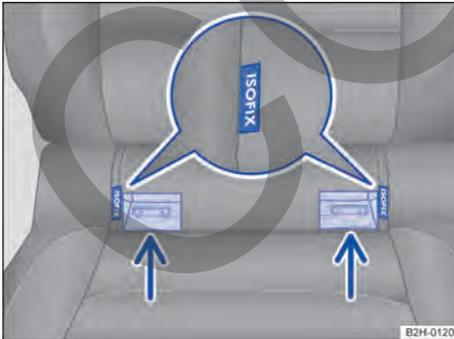

Fig. 43 Señalización en el asiento del vehículo de los puntos de anclaje inferiores para el asiento para niños.
- Encaje el asiento para niños en las argollas de sujeción. Las aberturas para encajarlo se encuentran junto a las inscripciones de ISOFIX → Fig. 43 (flecha). El asiento para niños deberá encastrar de forma segura y audible.
- Coloque el asiento para niños sobre la banqueta del asiento y fije los ganchos de los cinturones de fijación a las argollas de sujeción → Fig. 43.